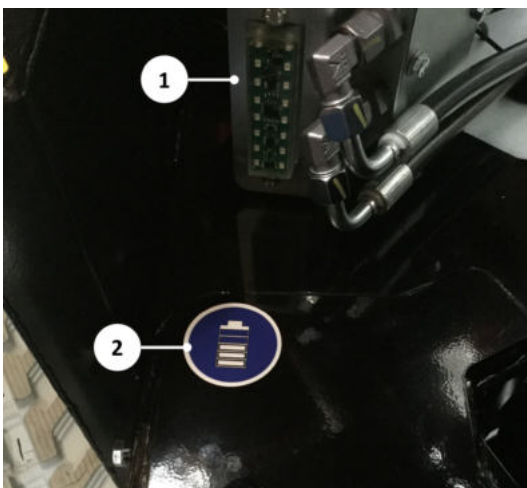

Abbildung 5.3 Anzegebalken mit Piktogramm
Am Kran befindet sich ein Anzegebalken (1), der den Ladezustand (SOC = State of Charge) und den Lademodus (M) der Batteriepakete anzeigt. Die Position des Anzegebalkens am Kran wird durch das Piktogramm (2) (siehe *Abbildung 5.3*) angegeben.